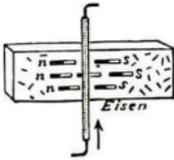

Abb. 349
a) **Erklärung.** (Abb. 349.) Geht ein galvanischer Strom über ein Stück Eisen, so suchen sich dessen Molekularmagnete (wie kleine Magnetnadeln) senkrecht zum Strom zu stellen. Ergebnis: Sie ordnen sich. Durch diese Ordnung der Molekularmagnete wird das Eisen zum Magnet.